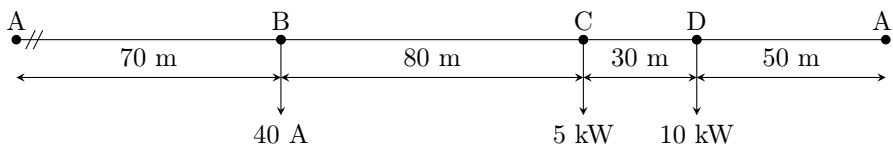

Figura 7.13: Diagrama unifilar del problema 7.24.
7.24 (2.10-6.) Calcular la caída de tensión en la línea bifilar de corriente continua representada en la figura 7.13, con conductores de cobre de sección  $25 \text{ mm}^2$ . Tensión 220 V.